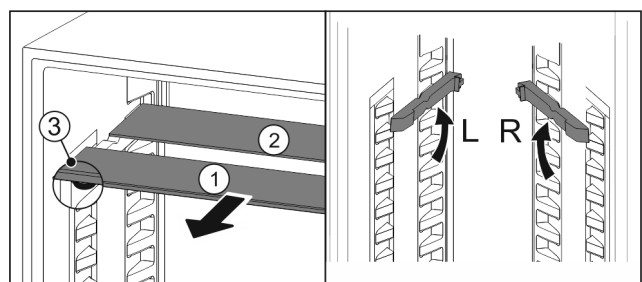

Fig. 48
- ▶ estrarre i ripiani di vetro singolarmente tirando in avanti Fig. 48 (1).
- ▷ Il piano in vetro Fig. 48 (1) con il motivo ornamentale è nella parte anteriore.
- ▷ I fermi Fig. 48 (3) sono rivolti verso il basso.